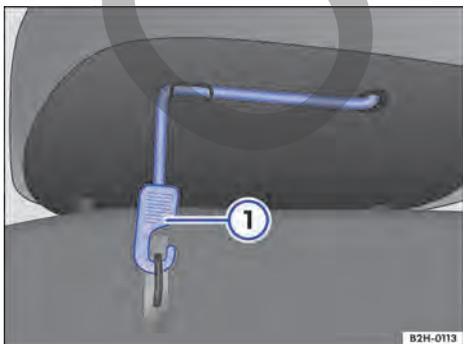

Fig. 58 Debajo del asiento trasero: cinta de sujeción de la banqueta.
Las dos partes de la banqueta del asiento trasero pueden levantarse por separado. Cada parte tiene una cinta de sujeción en el lado inferior → fig. 58.
1. Desenganche la cinta → fig. 58 ① de su fijación en la parte inferior de la banqueta.
3. Coloque la cinta en el alojamiento dispuesto debajo de la banqueta y engánchela en la fijación → fig. 58.